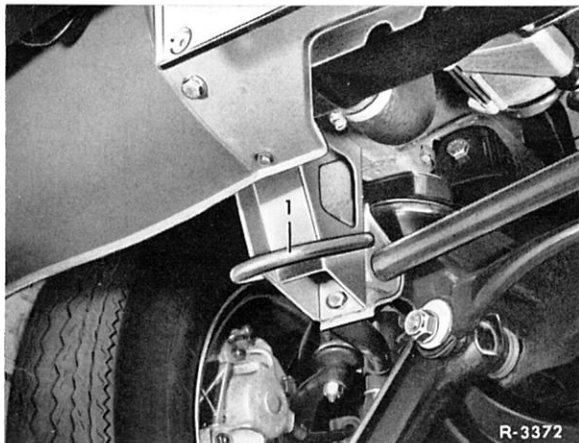

Bild 0-5/1
1 Das Fahrzeug kann an der Öse (1) vorne am Rahmen-Längsträger an- bzw. abgeschleppt werden (Bild 0-5/1).